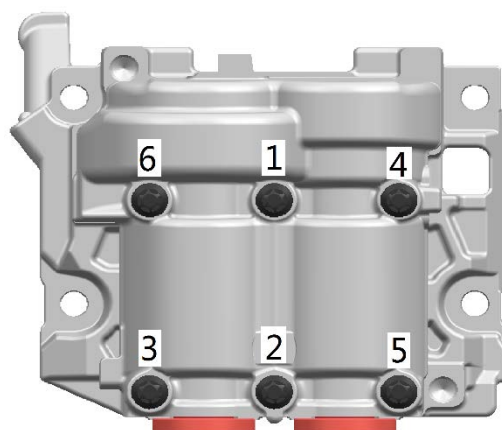

图 13.4
6、安装平衡轴盖,按图 13.4 所示顺序拧紧螺栓至规定力矩（见表 2.1）。